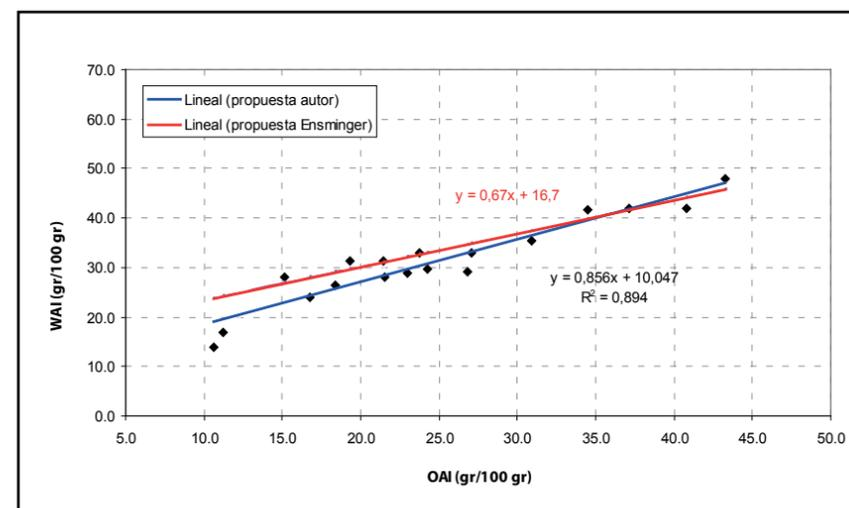

Figura 2: Gráfica comparativa de la relación lineal entre el OAI y el WAI, para los modelos de Ensminger [6] y Restrepo-Vélez [7].
La correlación lineal obtenida y presentada en la Ecuación (2), pueden compararse con la ecuación lineal propuesta por Ensminger [6]. Así, los resultados de ambas ecuaciones se comparan gráficamente en la Figura 2.